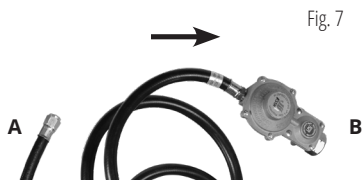

Fig. 7
3. Branchez le tuyau de raccordement de gaz à la sortie GPL (le côté **A** se connecte à la sortie GPL, voir figure 7).
4. Raccordez le tuyau à la bouteille de gaz du côté où se trouve le manodétendeur (le côté **B** est connecté à la bouteille comme sur figure 7).
6. Appuyez 2-3 fois sur la soupape de décharge de la pression du réducteur (voir figure 7).